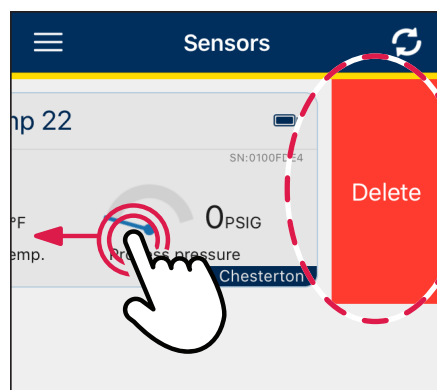

Abbildung 44
- Für **IOS**: **wischen Sie** am gewünschten Sensor **nach links** (siehe Abbildung 44). Die Option „Löschen“ wird eingeblendet.